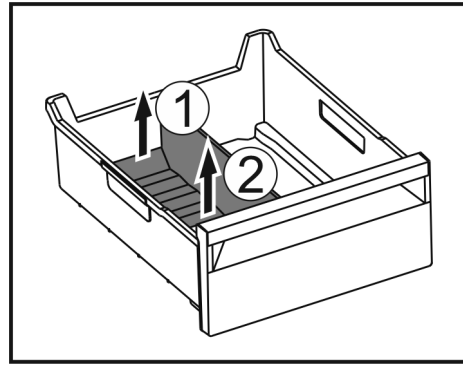

Fig. 102
- ▶ Soulever la partie arrière du séparateur de congélateur. Fig. 102 (1)
- ▶ Retirer le séparateur de congélateur par le haut. Fig. 102 (2)